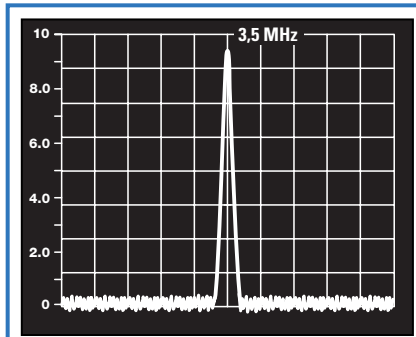

Figure 1: Un émetteur AM sans signal BF ne rayonne que la porteuse HF, laquelle, dans notre exemple, est de 3,5 MHz.
Pour comprendre la différence qui existe entre un signal modulé en AM (modulation d'amplitude) et un signal modulé en BLU, il suffit d'observer comment se présentent les deux signaux sur l'écran d'un analyseur de spectre (figures 1 et 2).
Si nous avons un émetteur en AM qui transmet sur la fréquence de 3,5 MHz, soit 3 500 000 Hz, en l'absence de modulation, nous voyons seulement le signal des 3,5 MHz, appelé porteuse haute fréquence (HF) ou "porteuse" tout court (voir figure 1).